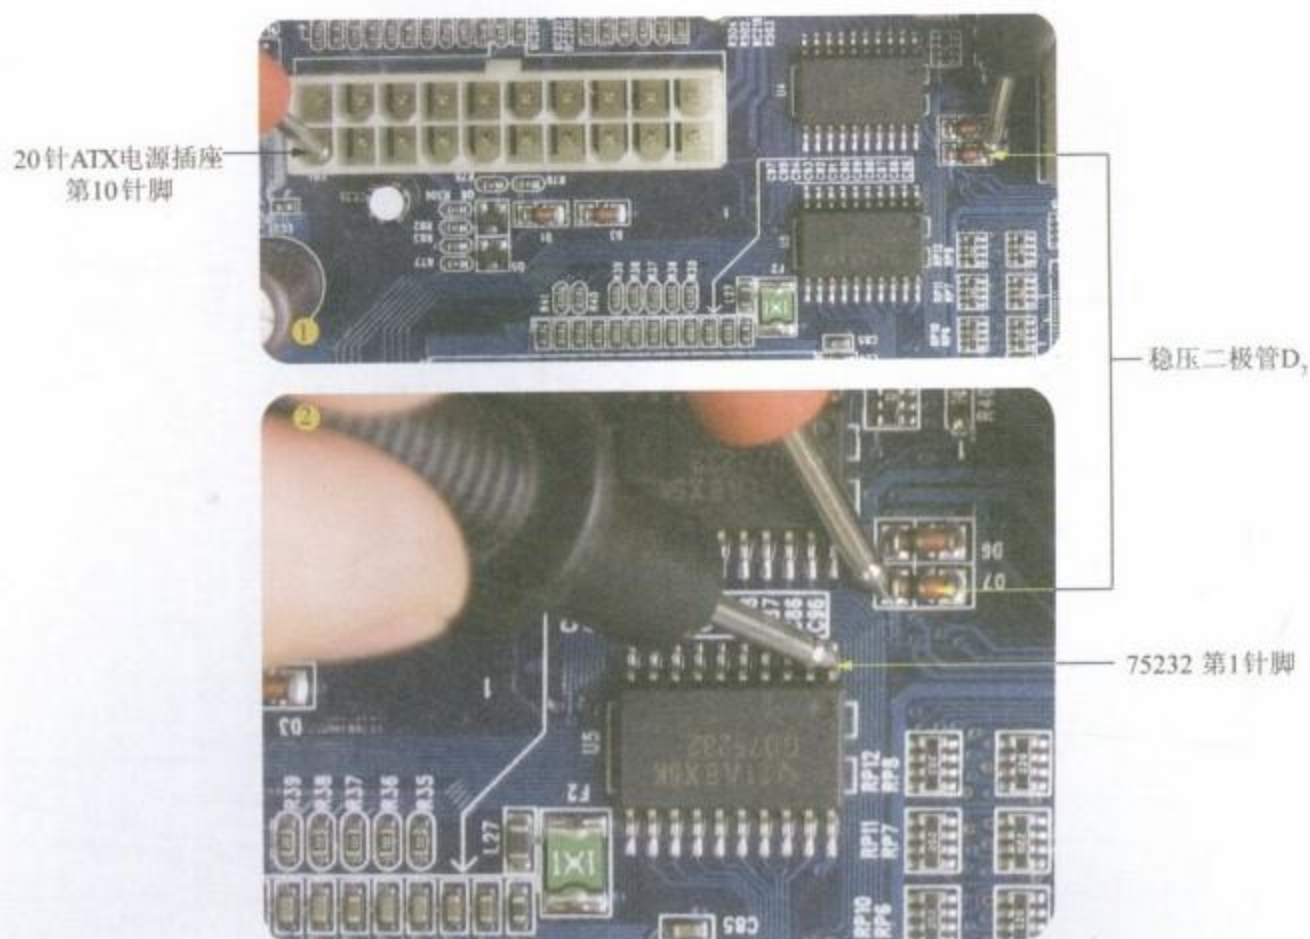

图5-38 测量串口管理芯片的+12V供电电路
Step 01 将万用表调到“蜂鸣”挡，测量20针ATX电源插座第10针脚经过二极管到串口管理芯片（75232）的线路，如图5-38所示。